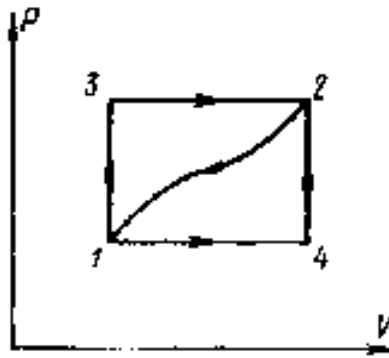

Рис. 1.
5. На диаграмме  $P, V$  изображенной на рис. 1, показаны различные обратимые процессы изменения состояния некоторой термодинамической системы. Известно, что когда система переходит из состояния 1 в состояние 2